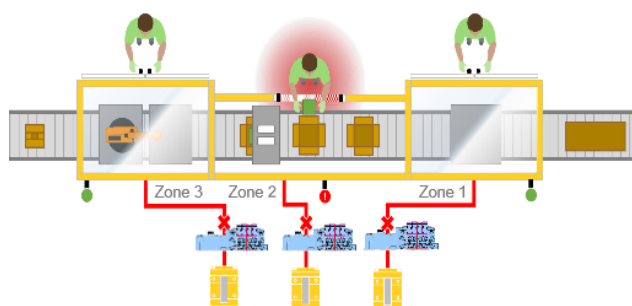

Figura 1: Metodo tradizionale
Vale la pena di notare che, se una valvola di scarico ridondante è usata in un ciclo continuo come illustrato di seguito (figura 1), il suo ciclo di vita utile potrebbe non consentire all'utente di ottenere il livello di prestazioni (PL) richiesto.
Zoned safety design is an integrated approach to funzionamento sicuro senza la necessità di scaricare l'aria dell'intera isola. Tre zone indipendenti in un'unica isola di valvole con funzionalità di sicurezza a zone controllerebbero autonomamente la funzione di sicurezza nelle tre stazioni di carico. I manifold, le valvole di scarico e i nodi fieldbus mostrati nella figura 1 non servirebbero.